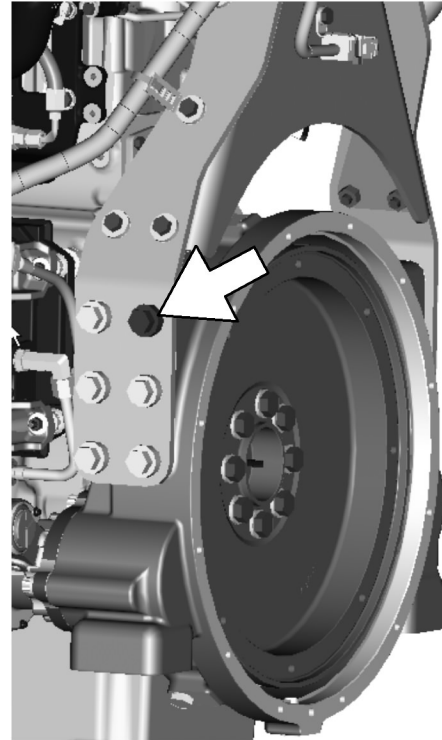
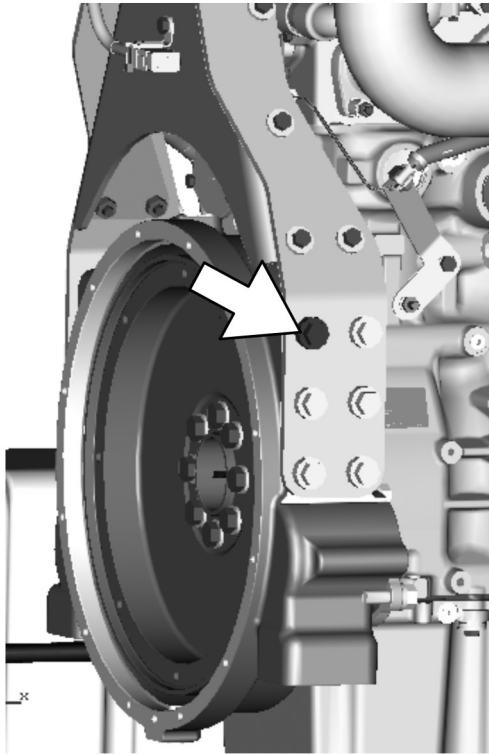
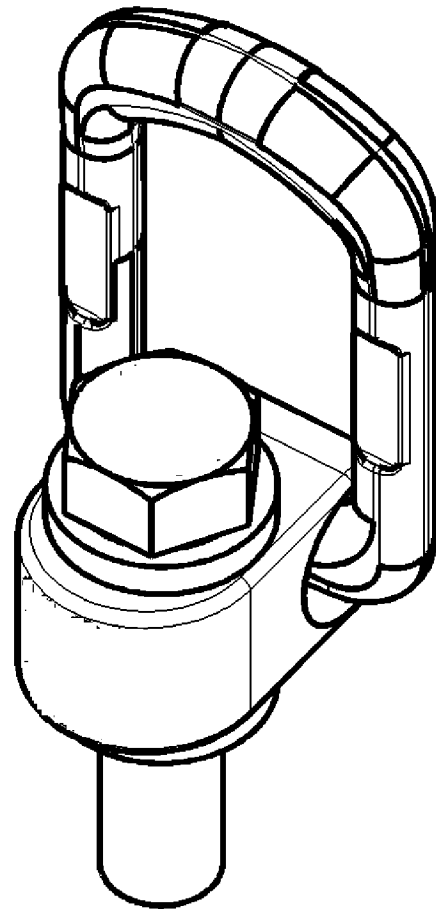

Abbildung 26
Abbildung 27
Abbildung 28
1. Die in Abbildung 26 und Abbildung 27 gezeigten Schrauben ausbauen.
2. Die Lastringe montieren; siehe Abbildung 28 . Die Lastringe an den in Abbildung 26 und Abbildung 27 gezeigten Stellen montieren. Die Lastringschrauben mit einem Anziehdrehmoment von 370 N·m (272 lb ft) festziehen.